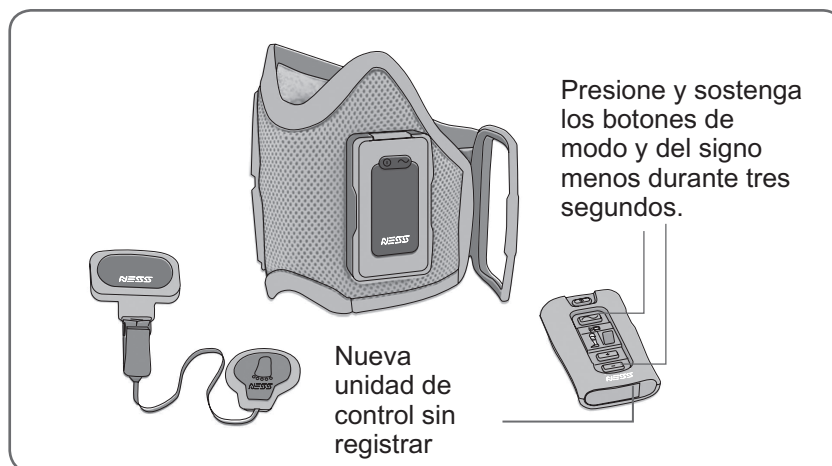

Figura 34: Cómo registrar una nueva unidad de control.
2. Presione simultáneamente y sostenga durante tres segundos los botones de modo  y del signo menos . Vea la Figura 34. La unidad de control dará pitidos cuando comience el registro.